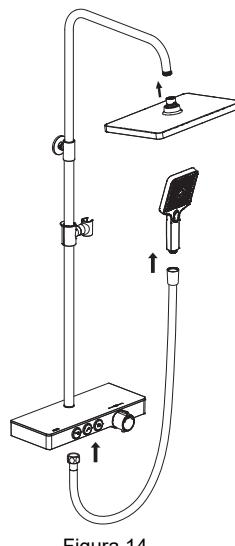

Figura 14
- b) Collegare il soffione al tubo del braccio (Figura 14).